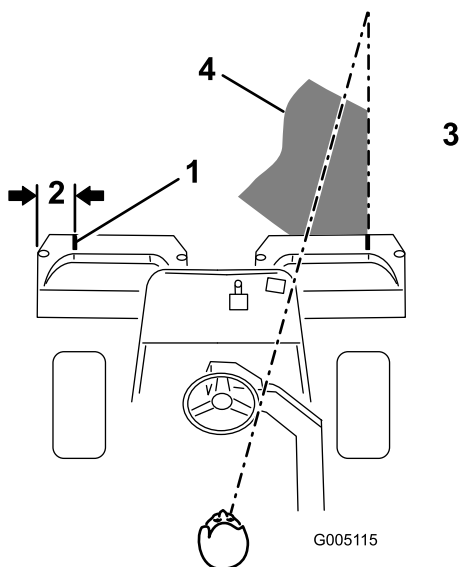

Figura 9
2. Fie aplicaí o bandă de bandă albă, fie desenaí o linie pe fiecare co, paralelă cu marginea exterioară a fiecărui co (Figura 9).